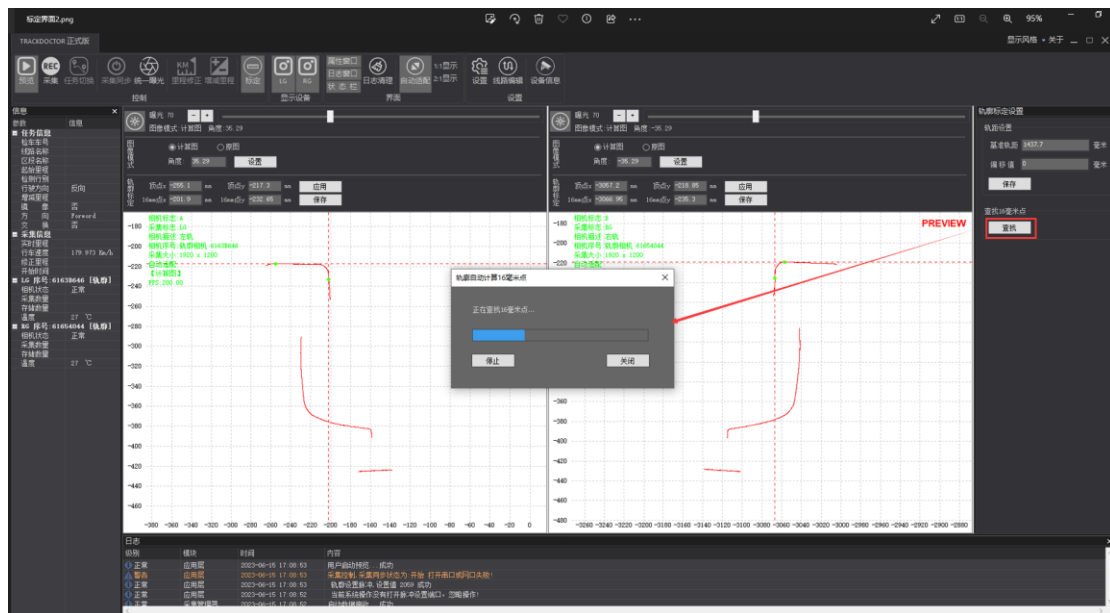

图 3.2-2
(2) 点“查找 16 毫米点”下的“查找”，自动查找 16 毫米坐标，并在界面标注出 16 毫米点位置，如图 3.2-2